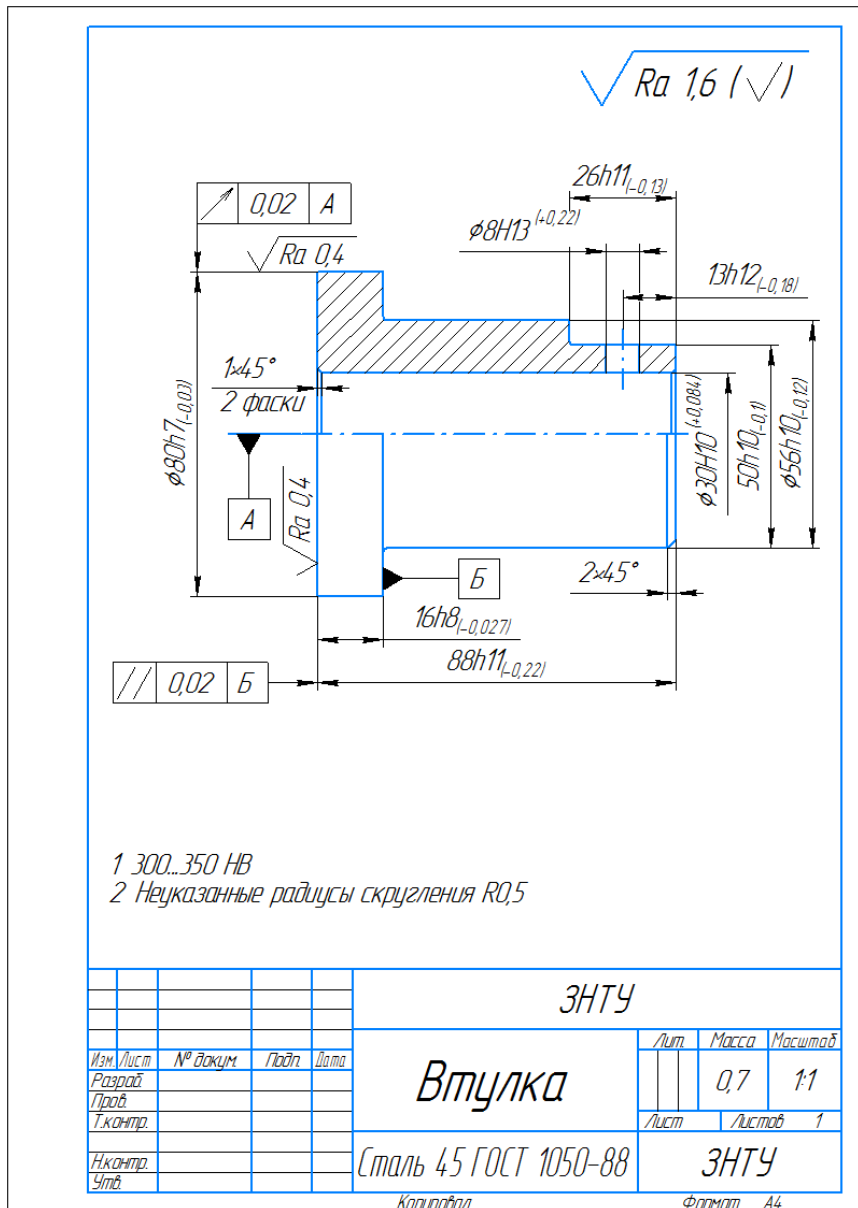

Рисунок 6.1 – Креслення деталі VTULKA N.01
1. Завантажте програму **Компас-3D**. Виконайте креслення деталі, що вказано на рис. 6.1 і збережіть в форматах ***.cdw** і ***bmp** на диск в своїй папці користувача.